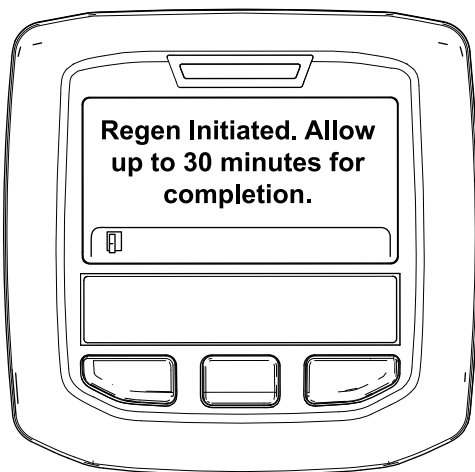

Figura 50
- Se la rigenerazione è consentita, nell'InfoCenter viene visualizzato il messaggio "Rigen. inizializzata. Attendere fino a 30 minuti per il completamento", attendete il completamento del processo di rigenerazione parcheggiata da parte della macchina (Figura 50).